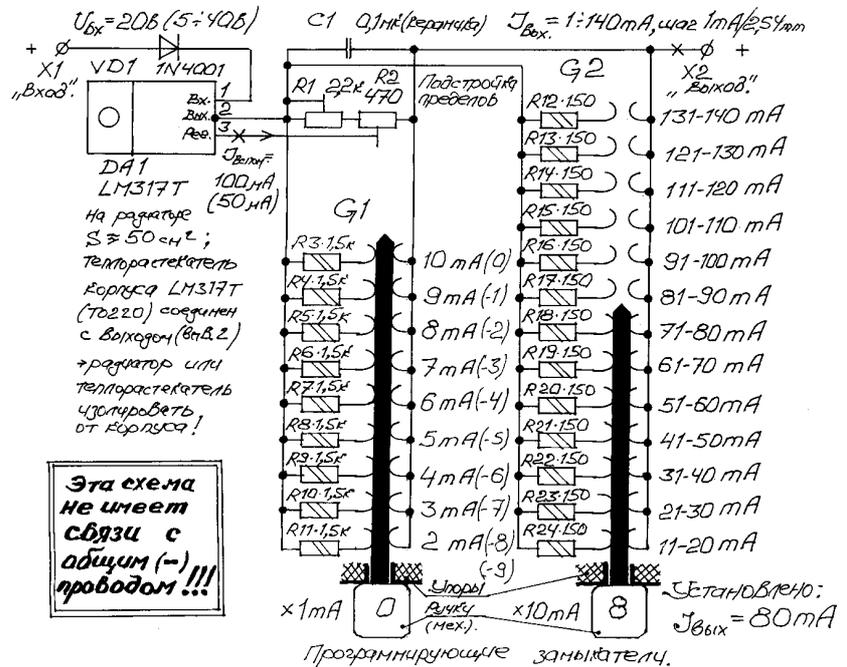

рис.4
Из отечественных разъемов наиболее подходящие типа РГ1Н-3-1К, но у них нестандартный шаг 4 мм. Зато имеется перегородка, отделяющая именно 9 пар контактов (за перегородкой есть еще 6 пар). При разрушении перегородки возможен монтаж на одном разъеме 2-й декады (**рис.4**).
нен на резисторах с номиналом в 10 раз меньше и рассчитан на большие токи - от 10 мА до 1,4 А с шагом 10 мА. Оба варианта выполнены по рис.4. Удлиненный саражистор G2 позволил не выделять отдельно 3-ю декаду.
При использовании микросхем LM350K (3 А) и LM338K (5 А) и их параллельном включении по схеме рис.4 можно построить ИТ до 14 А.
**Наладка** заключается в подгонке значений токов, написанных у позиций саражисторов. Она осуществляется подстроечным резистором R2 (см. рис.4). Но есть еще подстроечный резистор R1. В отличие от постоянных резисторов R3-R11 резистор, представленный суммой R1 и R2, является нагруженным делителем напряжения, а это влияет на величину его приведенного сопротивления. Поэтому подстройка R1 нужна. В качестве R1 и R2 лучше использовать проволочные многооборотные резисторы типов СП5-1А, СП5-2 или СП5-3. Тогда подгонка будет стабильной.